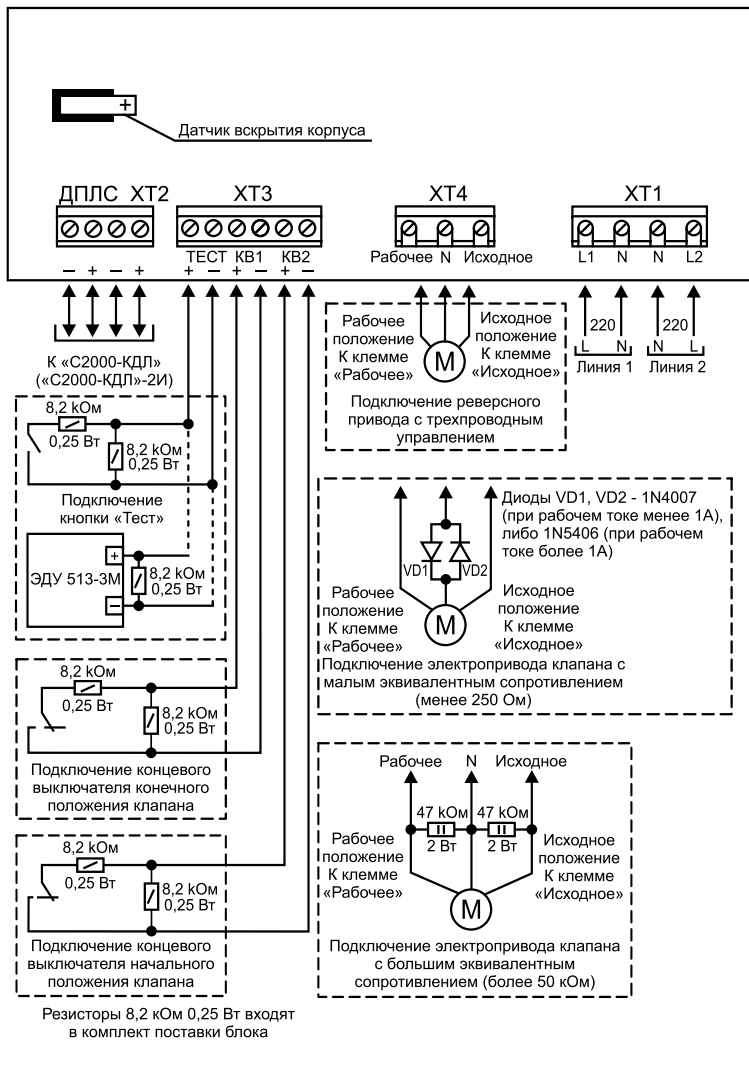

Рисунок 13. Схема внешних соединений блока «С2000-СП4/220»
2.2. Подключение соединительных линий производится в соответствии с проектной документацией и схемой на Рисунок 13.